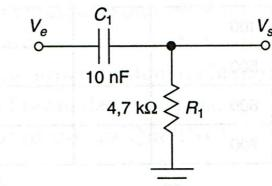

Figura 3.4 Circuito  $RC$  da Parte Prática 3.
- Monte o circuito da Figura 3.4 e ajuste o gerador de sinais para fornecer uma onda senoidal de 1 V de amplitude.